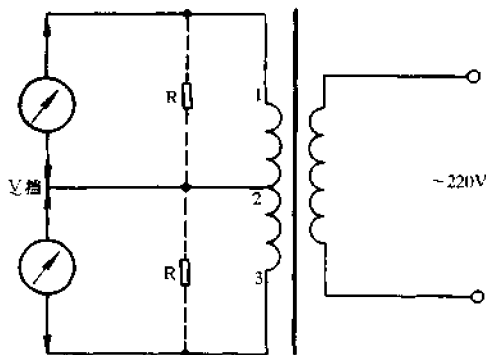

图 4-285 检测电源变压器次级绕组的平衡
(1) 测量空载是否平衡。测试方法如图 4-285 所示。将变压器接入 AC220V 市电, 使用万用表交流电压挡(具体量程视次级电压高低而定)。先测出中心头 2 与 3 间电压  $U_{23}$ , 再测出 1、2 端电压  $U_{21}$ , 若  $U_{21} = U_{23}$ , 则次级绕组 1-2 与 2-3 空载平衡。否则为不平衡, 两者电压相差越大, 越不平衡。
(2) 测量满载是否平衡。参见图 4-285 中虚线所示。将两个相等的电阻  $R$  接入次级两个绕组, 再次测量  $U_{21}$  和  $U_{23}$ , 此时, 若这两个电压值也相等, 说明满载平衡良好。否则说明平衡不好, 两个电压值相差越大, 越不平衡。在实际使用时, 满载平衡比空载平衡更重要。